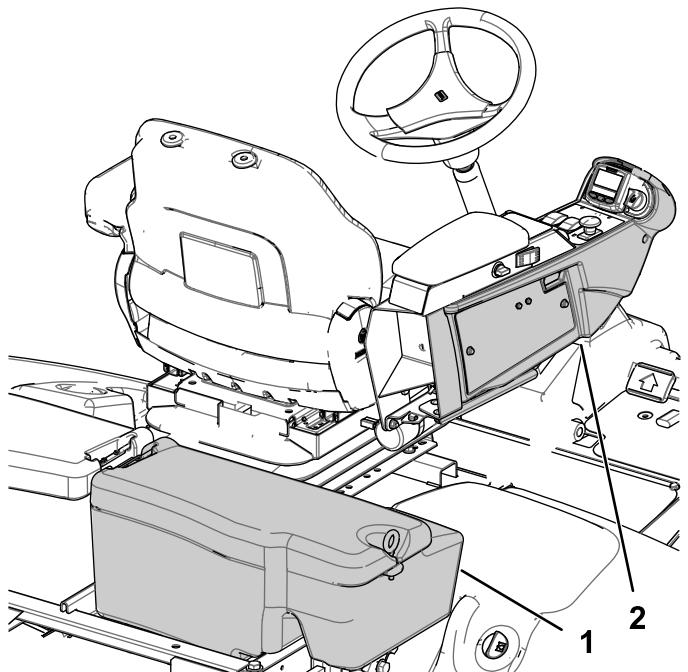

Figura 1
8. Retire a cobertura da consola direita, como se mostra na Figura 1.